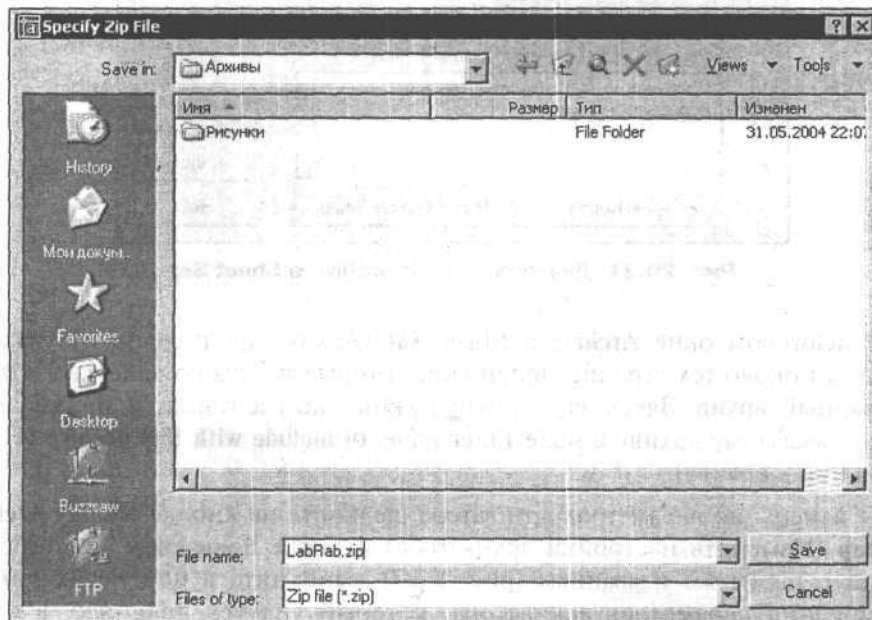

Рис. 20.23. Диалоговое окно Specify Zip File
4. Щелкните на кнопке **OK** для выхода из диалогового окна **Modify Archive Setup** (Изменить настройки архиватора), а затем на кнопке **OK** в появившемся диалоговом окне **Archive Sheet Set** (Архивировать подшивку). Появится диалоговое окно **Specify Zip File** (Определение архивного файла) (рис. 20.23), в котором задайте имя архивного файла и папку, в которую его следует записать.